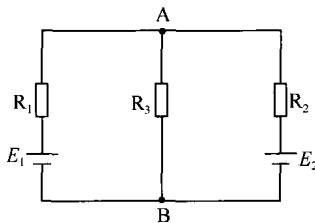

图1-3 支路
(1) 电路中的每条包含电源或负载的分支就叫支路。如图1-3所示,  $R_1$ 和 $E_1$ 构成一条支路;  $R_3$ 构成一条支路,  $R_2$ 和 $E_2$ 构成另外一条支路。
(3) 电路中任一闭合路径叫做回路。一个回路可能只包含一条支路, 也可能包含几条支路。如图1-3中的A-R3-B-E1-R1-A和A-R2-E2-B-E1-R1-A就是回路。